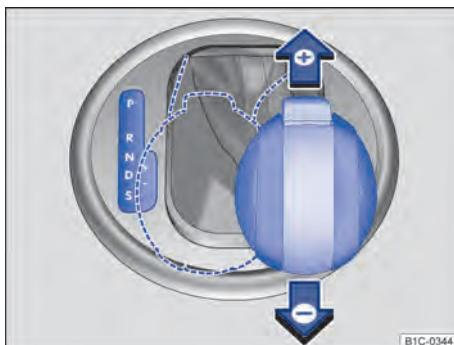

Fig. 112 Alavanca seletora na posição Tiptronic (veículos com direção à esquerda). Veículos com direção à direita são espelhados.
- Mover a alavanca seletora para frente ou para trás para aumentar ou diminuir a marcha \Rightarrow Fig. 112.